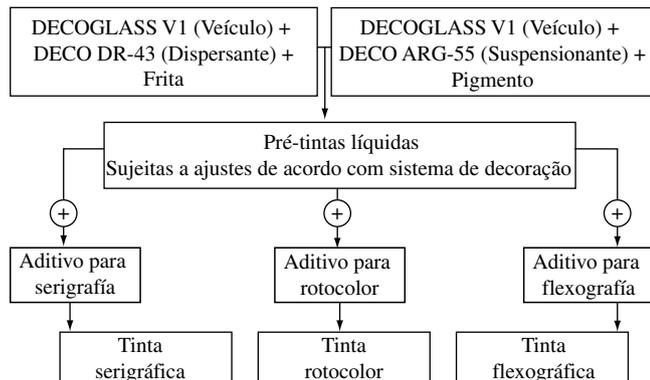

Figura 1. Moagem frita.
4.1. Moagem de frita (Figura 1)